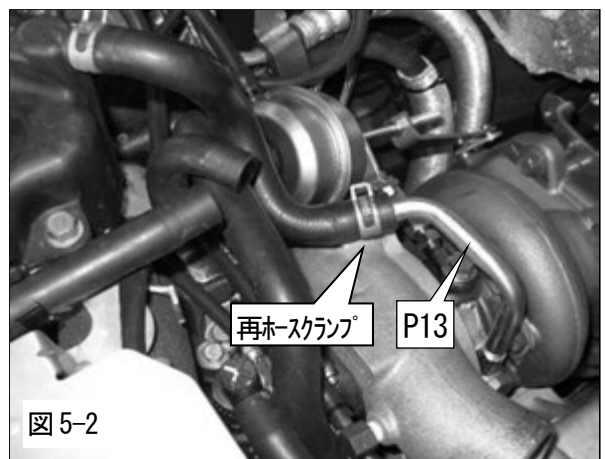

図 5-2
(2) ターボチャージャ Assy に取付けたバンジョウNo.1 にエンジン側ニップル部に接続している純正の水冷配管用のホースを取付けてください。
(3) (2) で取付けた純正の水冷配管ホースに遮熱シートを貼付けてください。
(4) ターボチャージャ Assy に取付けたバンジョウNo.2 にクーラントフィルータンクのニップル部に接続している純正の水冷配管用のホースを取付けてください。(図 5-2)